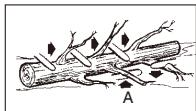

Bild. 12
Zweige werden vom gefällten Baum entfernt. Entfernen Sie Stützzweige (A) erst, wenn der Stamm in Längen geschnitten ist (Bild. 12). Unter Spannung stehende Zweige müssen von unten herauf geschnitten werden, damit die Kettensäge sich nicht verklemt.